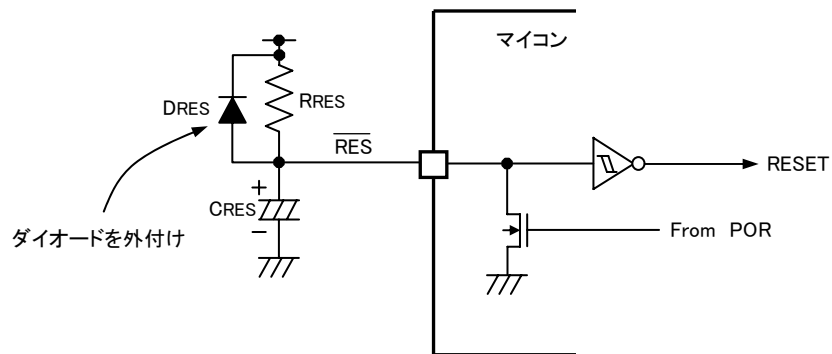

図4-6-8 外部PORのリセット回路構成例
②内蔵リセット回路を使用せず外付けにPOR回路を構成する時
4-6-7-①項と同様に内蔵リセット回路を使用しない場合でも電源投入時に内蔵PORが動作します。しかし、内蔵PORより長いリセット期間を設けたいために外部にもPOR回路を構成し、容量CRESを $0.1\mu\text{F}$ 以上にする場合には、必ず図4-6-8のようにダイオードDRESも外付けしてください。